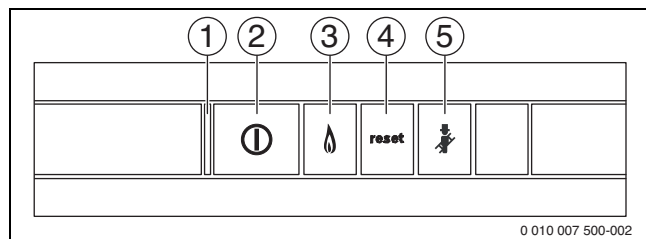

Bild 243 Bedientasten
- Gerät am Ein/Aus-Schalter (→ Bild 243) einschalten.